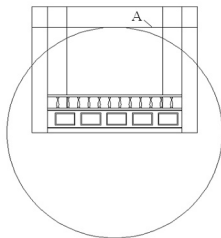

图 5.28 绘制圆
(1) 单击【绘图】工具栏上的【圆】图标^①或在命令行输入“C”并按 Enter 键，启动【圆】命令。
① 在_circle 指定圆的圆心或 [三点(3P)/两点(2P)/切点、切点、半径(T)]: 提示下，打开对象捕捉功能，捕捉如图 5.28 所示的 A 线的中点处，不单击鼠标，将光标垂直向下拖动后输入 2800，然后按 Enter 键，找到圆的圆心。
② 在指定圆的半径或 [直径(D)]: 提示下，输入圆的半径“2800”后按 Enter 键，结果如图 5.28 所示。